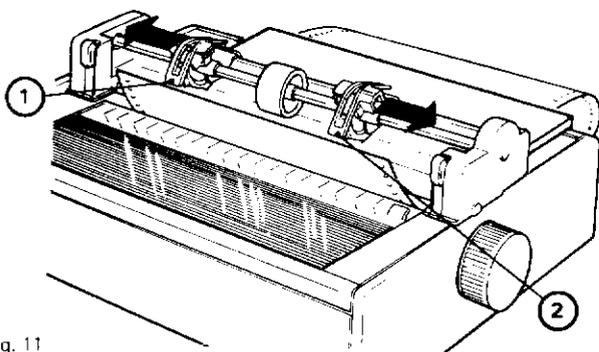

Fig. 11
- Régler l'écartement des tracteurs à picots (1) et (2), figure 11, en fonction de la largeur du papier.